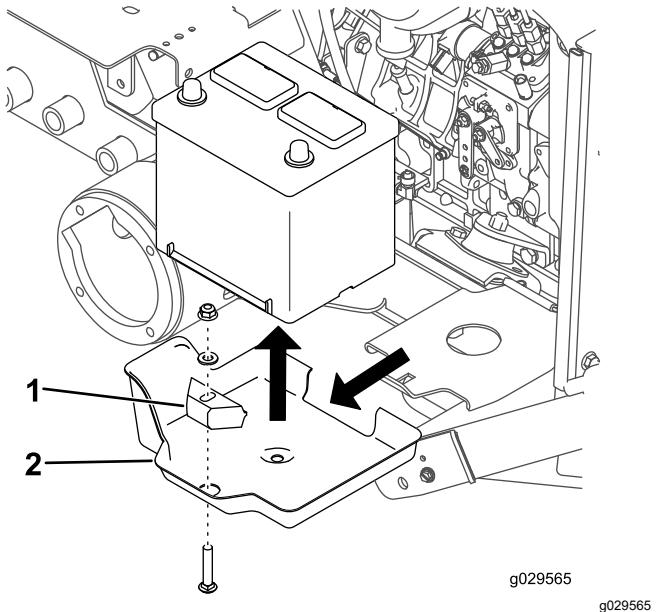

Figure 23
3. Retirez le boulon de carrosserie, la rondelle, le dispositif de retenue et l'écrou qui fixent la batterie (Figure 23).
4. Enlevez la batterie de son support (Figure 23).
5. Enlevez le support de la batterie de la plateforme (Figure 23).